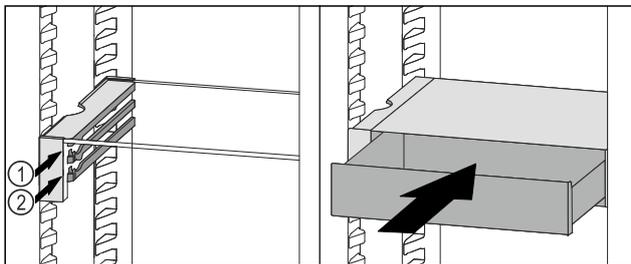

Fig. 54
- ▶ Coloque el cajón VarioSafe en la nervadura deseada Fig. 54 (1) o Fig. 54 (2) detrás de los topes.